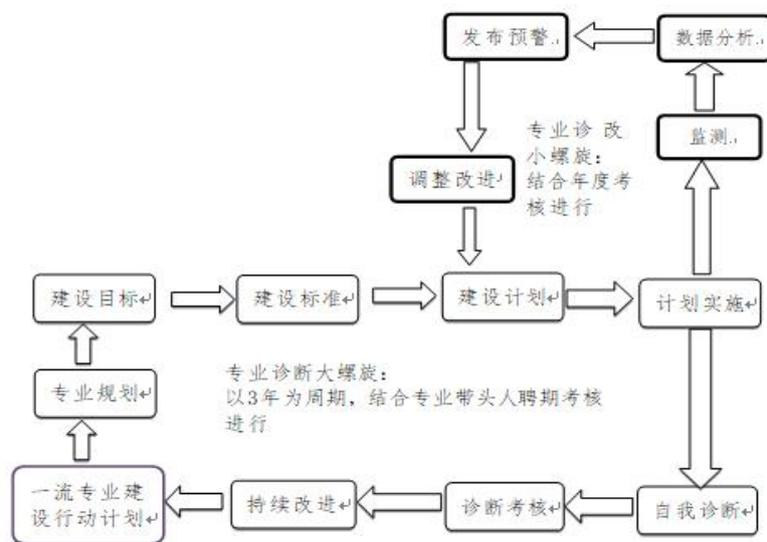

图 2 诊断与改进 8 字螺旋图
1.制定质量监控机制，建立电气自动化技术专业建设和教学质量诊断与改进机制，健全电气自动化技术专业教学质量监控管理制度，完善课堂教学、教学评价、实习实训、专业调研、毕业设计等方面质量标准建设，通过教学实施、过程监控、质量评价和持续改进，达成人才培养规格。本专业诊断与改进 8 字螺旋图如下图 2 所示。